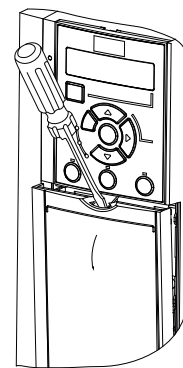

Рисунок 3.5 Доступ к подключению элементов управления в корпусах J1–J7
- Снимите крышку доступа с помощью отвертки. См. Рисунок 3.5.